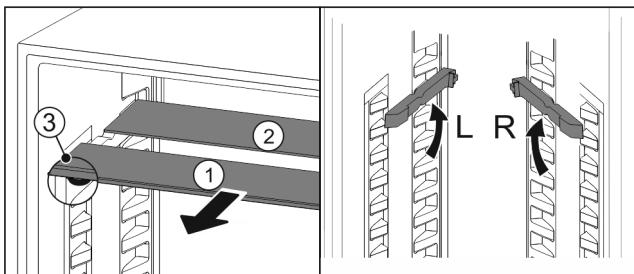

Fig. 105
- Vytiahnite sklené dosky jednotlivo dopredu Fig. 105 (1).
- Sklená doska Fig. 105 (1) s ozdobnou lištou leží vpred.
- Zarážky Fig. 105 (3) ukazujú nadol.